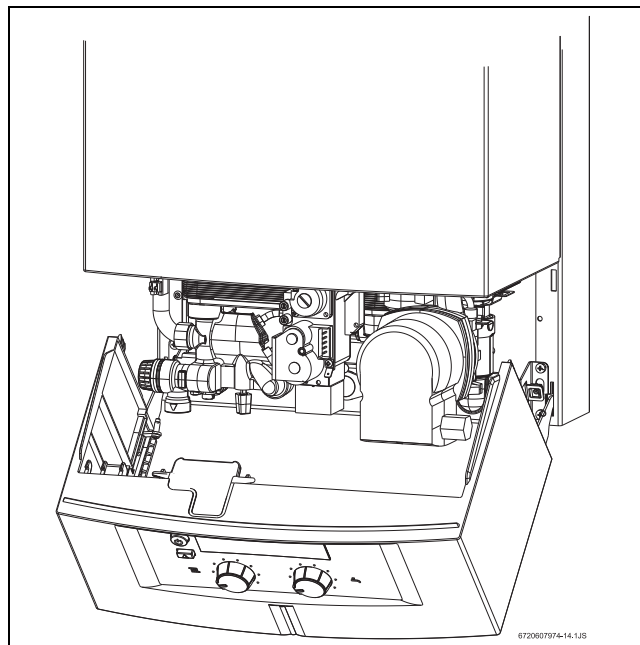

Рис. 29 Сервисная позиция для регулирования газа
- Перевести панель управления в сервисную позицию (см. рис. 29).
- ▶ Перевести панель управления в сервисную позицию (см. рис. 29).